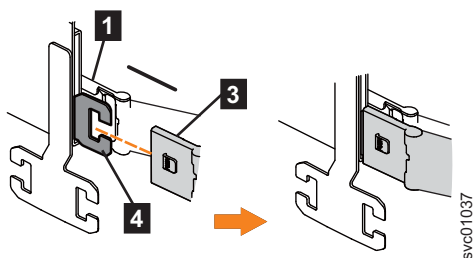

图 75. 将上部 CMA 的外部连接器安装到支撑导轨的外部构件上
3. 将上部 CMA 组合件的外部连接器 (**3**) 安装到左侧支撑导轨的外部构件 (**4**) 上, 如第 74 页的图 75 中所示。